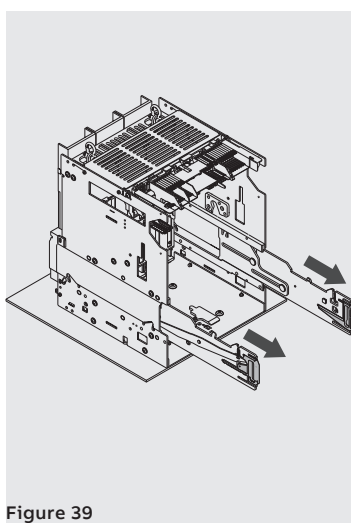

Figure 39
3. Sortir les glissières de la partie fixe en saisissant les leviers prévus. Voir Figure 39.